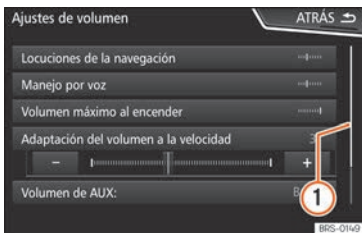

Fig. 177 Entradas de una lista de un menú de ajustes.
La barra de desplazamiento se muestra a la derecha y su tamaño depende de las entradas de la lista » **fig. 177** ①.